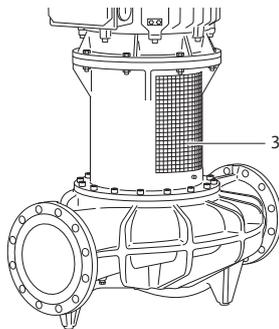

Fig. 48: Monteret koblingsbeskyttelsesplade
- Anvend kun pumpen med monterede koblingsbeskyttelses-plader (Fig. 48, pos. 3).